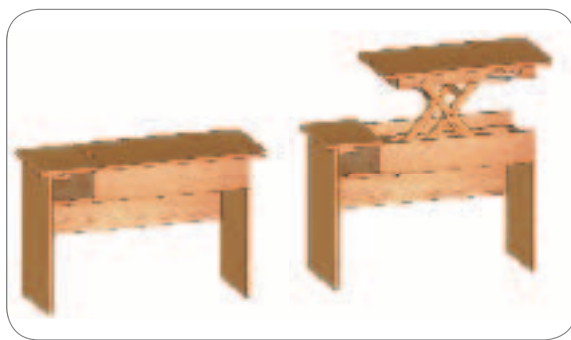

图 1-59 整体效果图
4. 此方案折叠后有一定的厚度，可以和桌子整合设计，如图 1-59 所示。